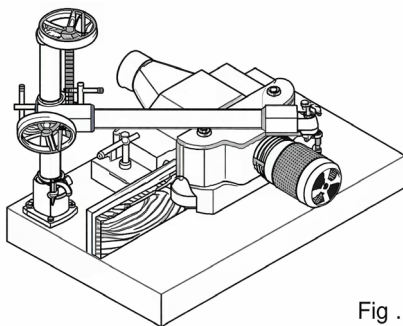

Fig. 7
- 2- Posicione com precisão as guias para operações de desengrosso ou molduramento. No caso de aplainamento ou perfilamento de peças que ocupem toda a largura da peça, a guia deve ser ajustada fora do alinhamento pela profundidade do corte, como em uma plaina de superfície. Fig. 7
- 4- O rolete de pressão central deve atuar diretamente no ponto onde a peça tende a se abrir em direção à parte aberta da fresa, prestando atenção à elasticidade dos roletes. Fig. 7